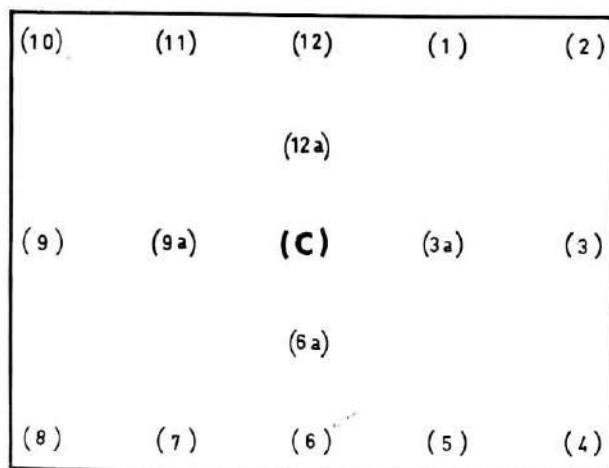
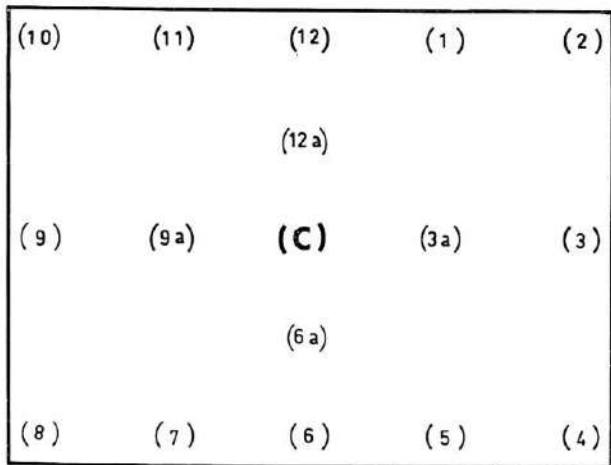

Figure 11
Fig. 14
Les zones d'observations seront définies comme ci-dessous (fig. 11 et sur les pages 21 et 22, fig. 14 et 16) :
- **Zones d'observation** : (3) - (3 a) - (c) - (9 a) - (9), fig. 14 et 16.
- **Zones d'observation** : (9) - (9 a), fig. 14 ou 16.
- Agir sur le potentiomètres **PC 84** pour superposer en (9) et (9 a) les BARRES VERTICALES « Rouge-Vert ». S'il y a déconvergence en (c), reprendre **PC 11**.
- Régler **PC 86** pour obtenir en (9) et (9 a) la convergence des HORIZONTALES « Rouge-Vert ». Reprendre **PC 84** pour VERTICALES « Rouge-Vert » si nécessaire.
- Agir sur **PC 82** pour superposer en (9) et (9 a) l'HORIZONTALE « Bleu » à l'HORIZONTALE « Jaune ». S'il y a déconvergence en (c), reprendre **PC 09**.
- **Zones d'observation** : (10) - (2).
- A l'aide du potentiomètre **PC 01**, superposer l'HORIZONTALE « Bleu » à l'HORIZONTALE « Jaune » en (10) et en (2).
— **Zones d'observation** : (3) - (3 a) - (c) - (9 a) - (9), fig. 14 ou 16.
— **Zones d'observation** : (3) - (c) - (9), fig. 14 ou 16.
- Dans la situation 1 ou 2, agir sur l'inductance SC 01 pour superposer les VERTICALES « Bleu » aux VERTICALES « Jaune » en (3) et (9), fig. 14 ou 16.
- **Zones d'observation** : (3) et (9), fig. 14 ou 16.
- Dans certains cas de réglage, il est possible qu'il soit nécessaire de basculer les HORIZONTALES « Rouge-Vert » à (3) et (9).